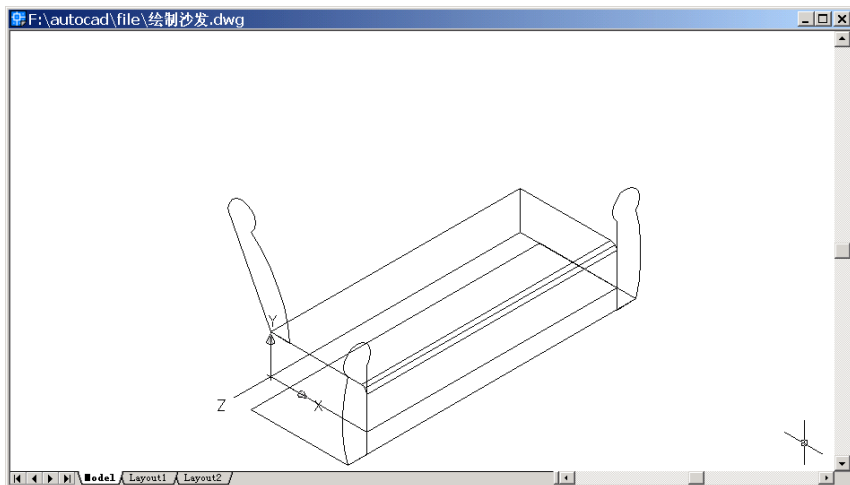

图 20.12 变换视图为西南视图
(11) 用 VIEW 命令变换视图为 Southwest Isometric (西南视图)，结果如图 20.12 所示。